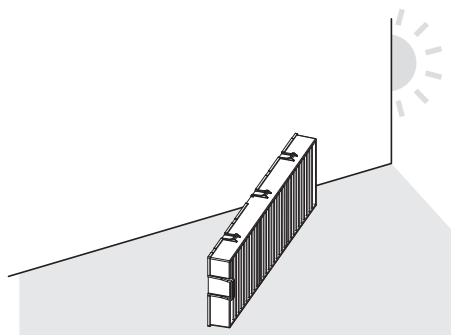

Fig. 2
3) Retirez le filtre à air. (Fig. 2)
2) Séchez le filtre à air. (Fig. 2)